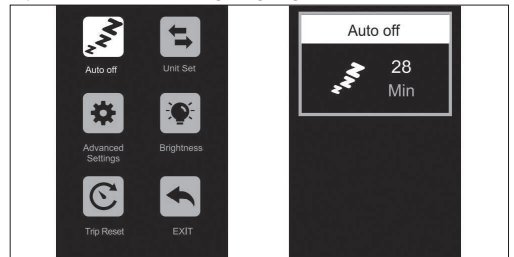

Abbildung 4-1
- Auto Aus:** Wenn Sie diese Einstellung betreten, können Sie die automatische Abschaltzeit anpassen, wie in (Abbildung 4-1) gezeigt.